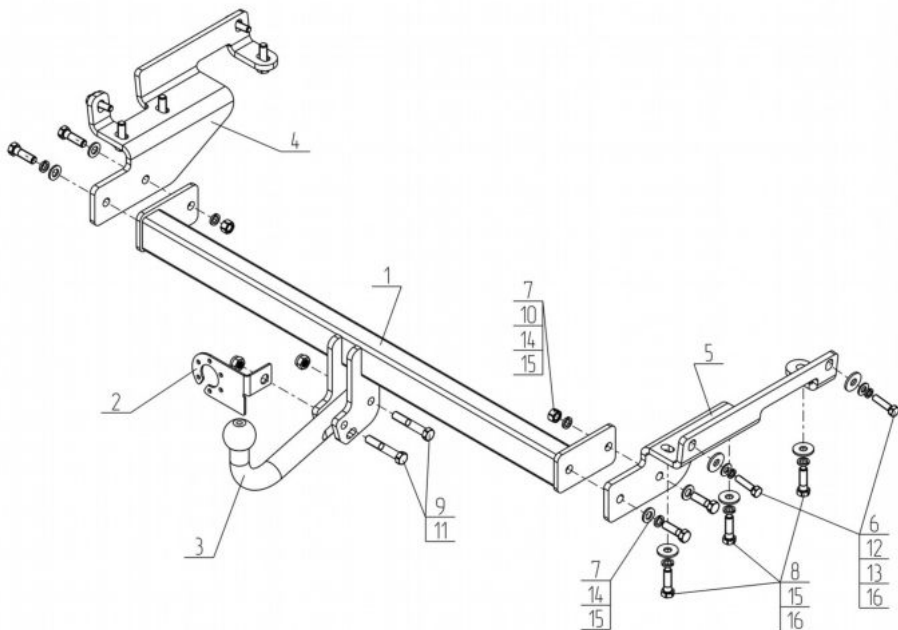

Рис.1.
- Установить кронштейны (поз.4,5) с помощью крепежных элементов, показанных на Рис.1. Крепеж не затягивать;